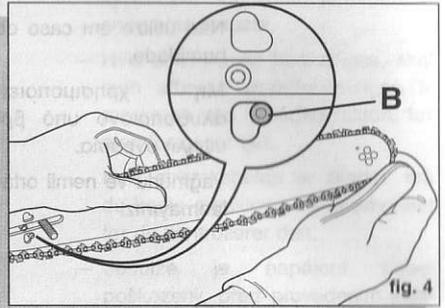
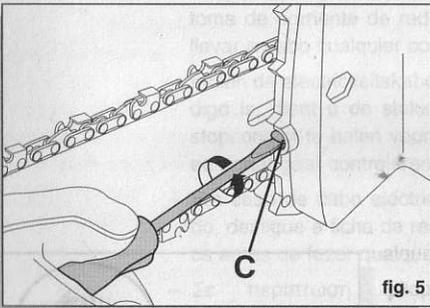
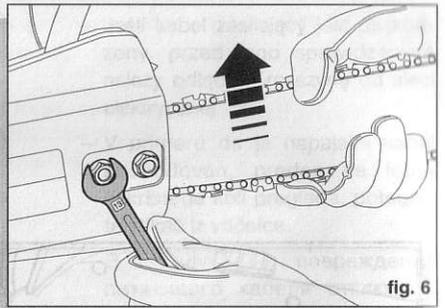

fig. 4
fig. 5
fig. 6
- (fig. 4) S'assurer que l'ergot de tension de la chaîne B est correctement inséré dans le trou présent sur le guide. Si ces 2 éléments ne coïncident pas, agir avec un tournevis à fente sur la vis de tension de la chaîne C située dans la partie avant de la machine, à côté du logement du guide (fig. 5). En intervenant sur cette vis, on obtient un déplacement de l'ergot de tension de la chaîne.
- (fig. 5) en intervenant de nouveau sur la vis de tension de la chaîne, régler la tension. Nous rappelons qu'en tournant la vis dans le sens des aiguilles d'une montre, on obtient une tension progressive de la chaîne. La tension est parfaite quand en soulevant la machine vers le haut en saisissant la chaîne à la moitié du guide les maillons de transmission ne sortent pas du canal de glissement. Quand le réglage de la tension est terminé, procéder au serrage définitif des écrous en utilisant la clé prévue à cet usage. Durant cette opération, il est bon de soulever le guide vers le haut (fig. 6).
Attention : si l'ergot de tension de la chaîne n'est pas entré correctement dans son logement sur le guide (fig. 4), quand on serre les vis de blocage du carter on provoque l'endommagement irrémédiable du goujon. Vérifier toujours que ce dernier est correctement positionné avant de serrer à fond les écrous de blocage !!